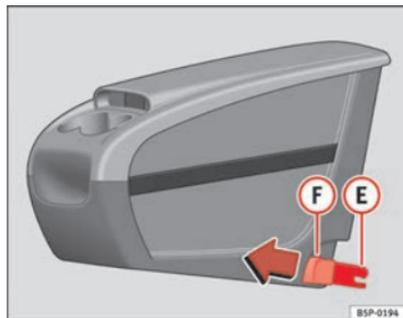
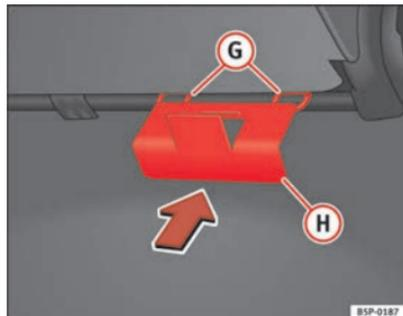

Fig. 111 Cassetto portaoggetti estraibile. Montaggio
Fig. 112 Piastra di fissaggio del cassetto portaoggetti estraibile
- Collocare dall'interno del veicolo la piastra di fissaggio (H) ⇒ fig. 112 del cassetto portaoggetti estraibile, facendolo passare attraverso la parte posteriore del sedile. Deve essere collocato fra lo schienale e il piano del sedile, nella zona del posto centrale.
- Agganciare i due pezzi di fissaggio (E) ⇒ fig. 111, con i due occhielli di fissaggio (G) ⇒ fig. 112 e premere con forza fino a quando le due pinze si incastrano completamente con gli occhielli.
- Tirare in avanti entrambi i pulsanti ⇒ fig. 111 (F) delle pinze (pulsanti rossi), fino a quando non si sente lo scatto.